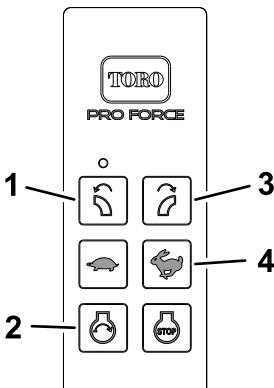

図 18
1. ハンドヘルドリモートの START ボタン 図 18を押す。